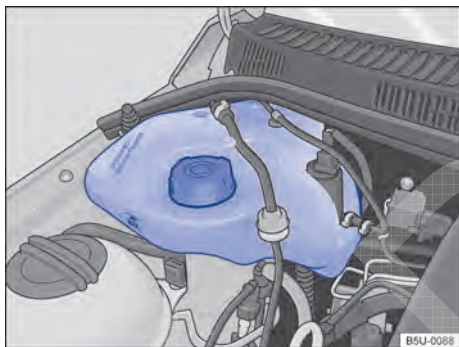

Fig. 191 No compartimento do motor: reservatório de gasolina para o sistema de partida a frio.
O reservatório de gasolina do sistema de partida a frio encontra-se no compartimento do motor, no lado direito → Fig. 191.
- Nunca ultrapassar a marca “MAX” indicada no reservatório → Fig. 191.